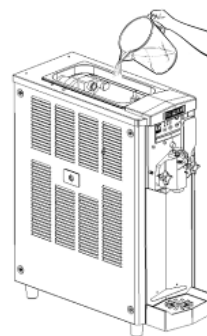

Fig. 28
- Versare la miscela nella vasca superiore (Fig. 28) e attendere che scorra nel cilindro congelatore.